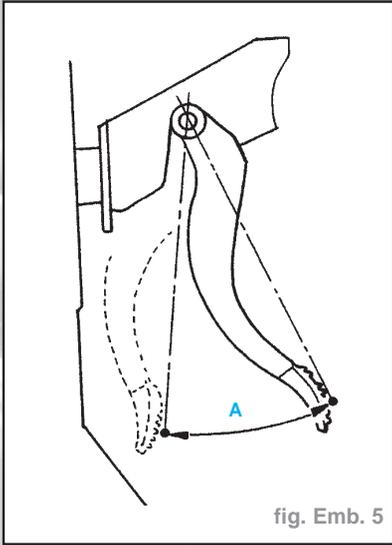

fig. Emb. 5
**Nota :** Le point de référence pour la mesure est la troisième rainure depuis le bas sur la partie caoutchouc de la pédale (fig. Emb. 5).